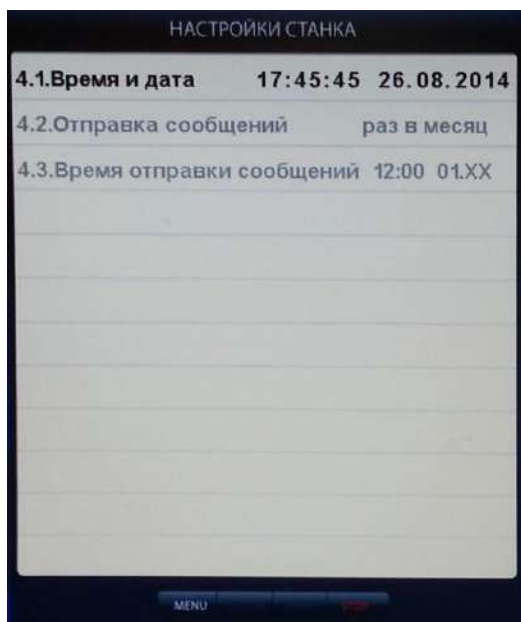

рис.23.1
18.2. Настройка времени (рис.23.1).